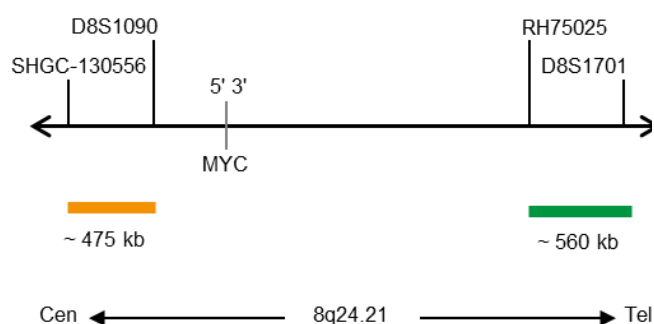

Fig. 1: SPEC MYC Mapa de la sonda (no está a escala)
- Polinucleótidos marcados en verde (excitación a 503 nm/emisión a 528 nm) ZyGreen (~10 ng/ μ l), dirigidos a secuencias localizadas en 8q24.21* (chr8:130,373,051-130,930,673) distales a la región del punto de ruptura de MYC (ver Fig. 1).
- Polinucleótidos marcados en naranja (excitación a 547 nm/emisión a 572 nm) ZyOrange (~4,5 ng/ μ l), dirigidos a secuencias localizadas en 8q24.21* (chr8:127,888,765-128,363,281) proximales a la región del punto de ruptura de MYC (ver Fig. 1).